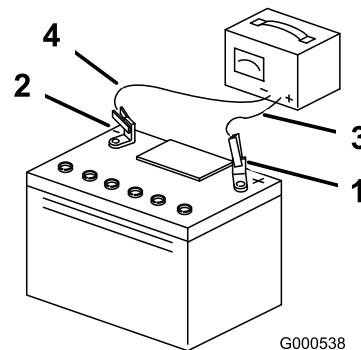

Figure 44
4. Quand la batterie est chargée au maximum, débranchez le chargeur de la prise, puis débranchez les fils du chargeur des bornes de la batterie (Figure 44).